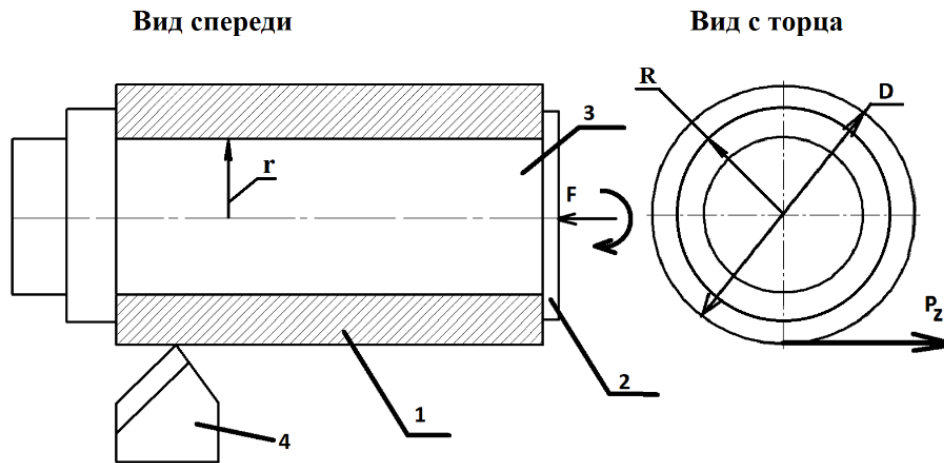

Рис. 3
Для обработки на токарном станке тонкостенной цилиндрической детали используется жесткая цилиндрическая оправка (3). Заготовка (1) опоры насаживается на эту оправку с зазором и вращается вместе с ней в патроне токарного станка. Заготовка прижимается к торцу оправки с помощью прижимной гайки (2) (рис. 3). На заготовку диаметром $D=52 \text{ мм}$ во время обработки от резца (4) действует тангенциальная сила $P_z=500 \text{ Н}$. Необходимо определить минимально достаточную силу прижима F гайки (без учета коэффициента запаса) при следующих исходных данных: наружный радиус левого опорного торца оправки и гайки $R=25 \text{ мм}$, внутренний радиус заготовки $r=15 \text{ мм}$, коэффициент трения между заготовкой и торцом оправки $f_1=0,5$, коэффициент трения между торцом заготовки и гайкой $f_2=0,3$. Трением на цилиндрических поверхностях пренебречь.